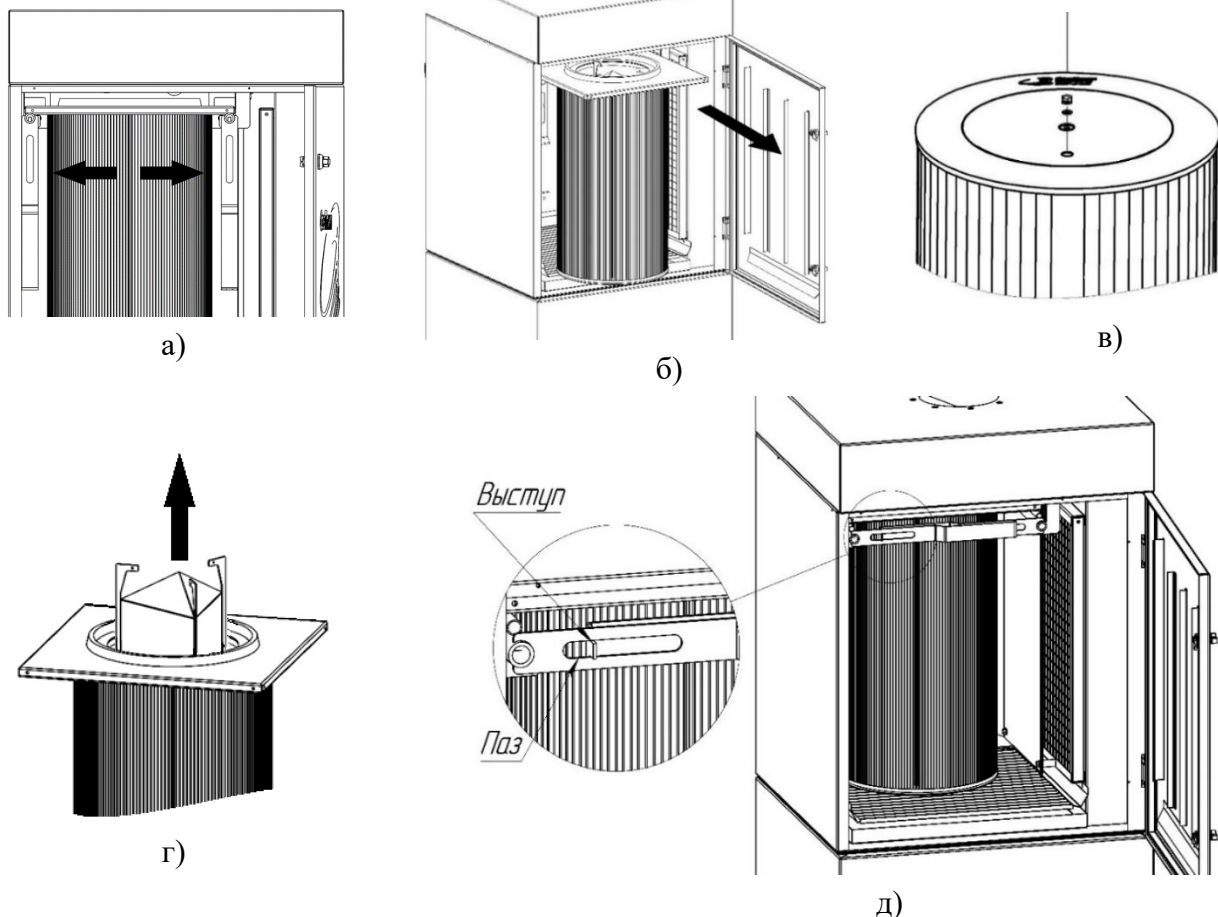

Рисунок 7
- 2) перевести рычаги в положение «открыто», как показано на рисунке 7а. Для этого необходимо выступы на рычагах (рисунок 7д) вывести из пазов, а рычаги повернуть в низ.
- 3) вытащить картридж (рисунок 7б);
- 4) открутить на нижней крышке картриджа гайку М8 и снять её вместе с шайбами, извлечь обтекатель (рисунок 7 в, г);
- 7) перевести рычаги в положение «закрыто», как показано на рисунок 7д. Для этого необходимо рычаги повернуть в горизонтальное положение, выступы завести в пазы;